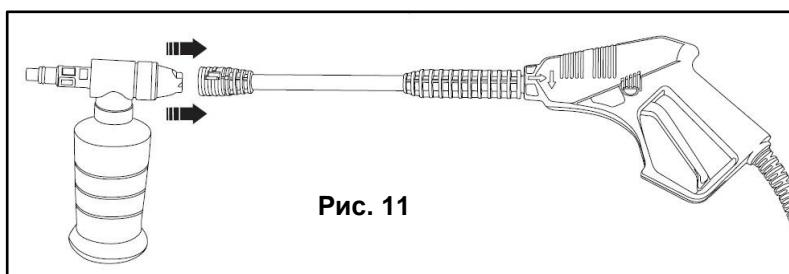

Рис. 11
- Соедините распылитель с пистолетом (См. Рис.11).